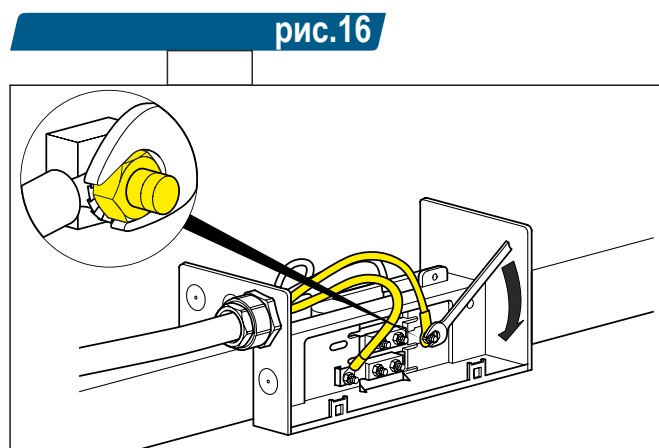

рис.16
- **рис.16** Закрепить каждый провод на кабельных наконечниках, соблюдая полярность, и провести второй конец силового кабеля через кабельный зажим с контргайкой (смотреть раздел- питание троллейного шинопровода с конца)